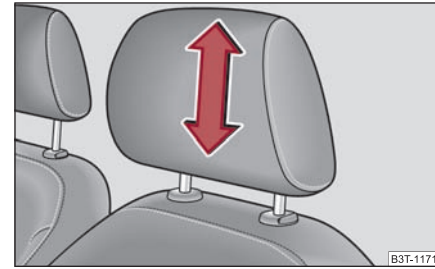

Fig. 81 Reglarea tetierei
- Cuprindeți tetiera cu ambele mâini de părțile laterale și trageți în sus ⇒ fig. 81.